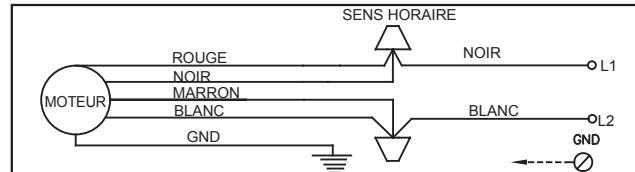

Figure 6
- Si un interrupteur d'inversion ou de contrôle de vitesse à distance doit être utilisé, référez-vous au Manuel d'instructions inclus avec ce contrôleur pour une installation et un câblage appropriés. Référez-vous aux Figures 6 et 7 pour une installation et un câblage appropriés si aucun interrupteur d'inversion ou de contrôle de vitesse à distance ne doit être utilisé.